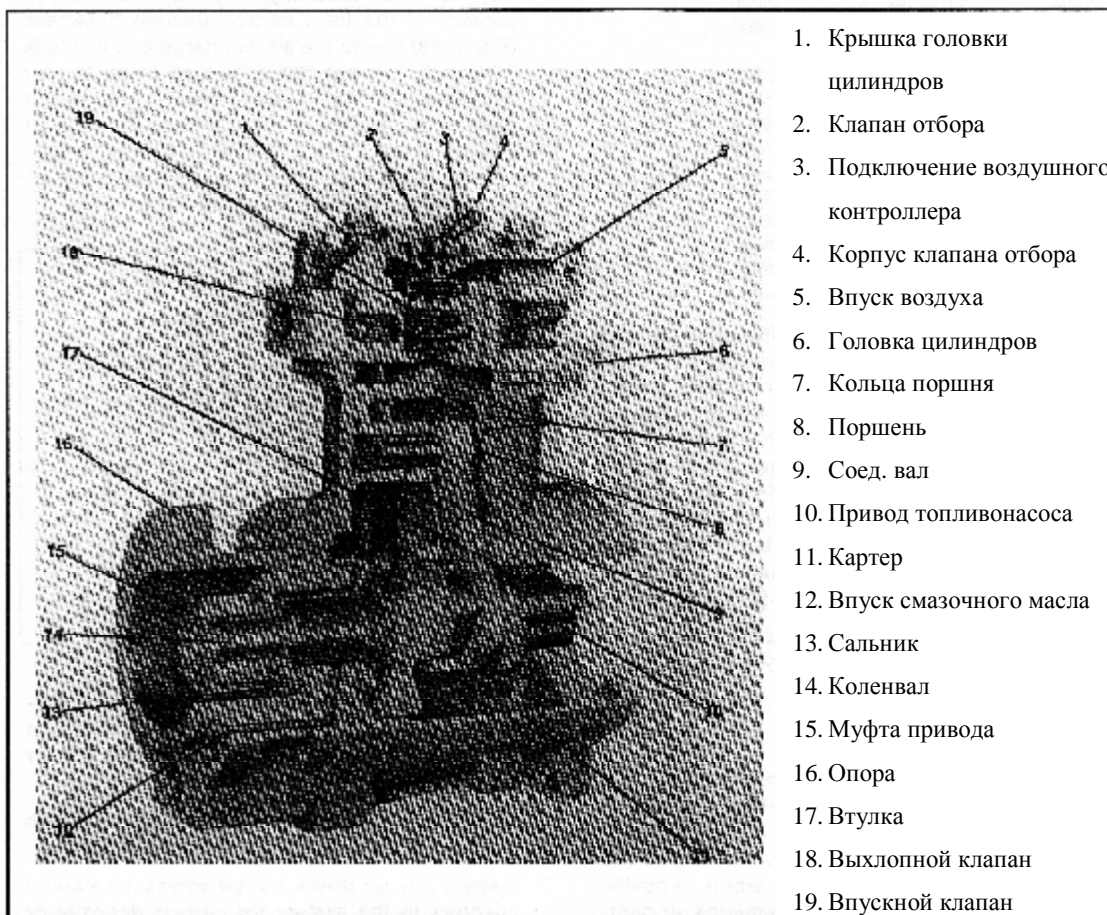

Рис. 2-69. (OM210010) Воздушный компрессор
1. Снимите контргайки, плоские прокладки и гроверные шайбы, крепящие клапан к крышке головки цилиндров. Снимите клапан и пружину с головки цилиндра и крышки, Рис. 2-69.